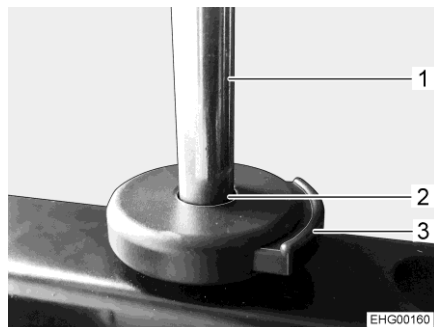

Fig. 19 Tasto di sblocco (poggiatesta)
- Inserire i longheroni (Fig. 19,1) del poggiatesta nei supporti (Fig. 19,2).
- Premere il tasto di sblocco (Fig. 19,3) e continuare a spingere il poggiatesta fino alla posizione desiderata.
- Premere il tasto di sblocco (Fig. 19,3).